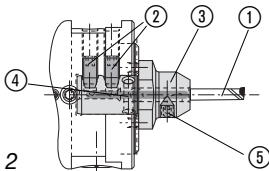

Bild 2
### Allgemeine Hinweise zur Befestigung von Zwischenstück, Klemmhaltern, Kerbzahnkörpern (Bild 2, 3, 4)
**Mini-Ausdrehwerkzeuge (Bild 2)**